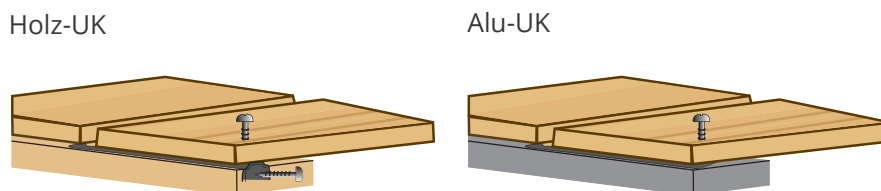

Abbildung 5
2. Bei der Montage der ersten Dielen auf einer Holz-Unterkonstruktion muss, je nach Objekt, der Terrassendielenhalter gekürzt, sichtbar verschraubt oder abgewinkelt und seitlich an der Unterkonstruktion verschraubt werden. Bei der Montage der ersten Dielen auf einer Alu-Unterkonstruktion muss, je nach Objekt, der Terrassendielenhalter gekürzt und von oben sichtbar verschraubt werden. (siehe **Abb. 5**).
**6.** Diele mit dem montierten Terrassendielenhalter umdrehen und auf die Unterkonstruktion im Rundloch (3) an der Seite verschrauben.
**8.** Bei der Montage der letzten Diele auf einer Holz-Unterkonstruktion muss, je nach Objekt, der Terrassendielenhalter gekürzt, sichtbar verschraubt oder abgewinkelt und seitlich an der Unterkonstruktion verschraubt werden. Bei der Montage auf einer Alu-Unterkonstruktion muss, je nach Objekt, der Terrassendielenhalter gekürzt und sichtbar an der Unterkonstruktion verschraubt werden. (siehe **Abb. 5**).